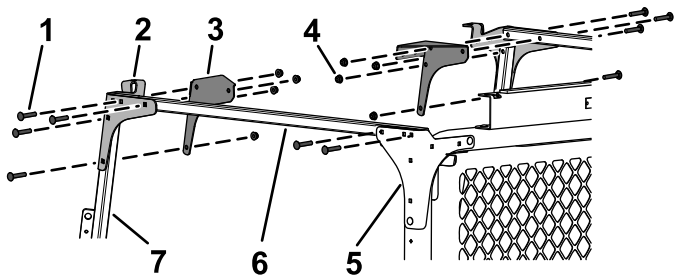

Bild 35
8. Befestigen Sie die Querverbindungsrohre lose mit vier Schlossschrauben (5/16" x 1 3/4") und vier Bundmuttern (5/16") an den hinteren Befestigungshalterungen, wie in Bild 35 abgebildet.